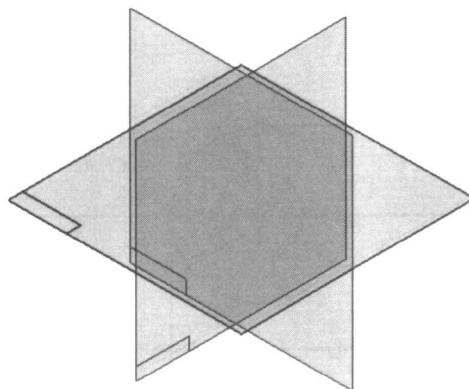

图 1-39
2. 在特征工具条中选择绘制草图命令，在动态工具条中，选择重合参考面（如图 1-38 所示），再选择 3 个基本参考面中的任意一个（如 x-y 平面（如图 1-39 所示）），进入二维草图绘制。